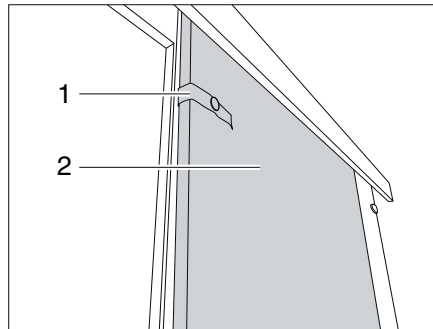

Fig. 75 Puerta corredera
- Soltar la cinta de seguridad (Fig. 75,1).
- Empujar la puerta corredera (Fig. 75,2) a la posición de cierre.
- Dirigir la puerta corredera (Fig. 75,2) a la posición de apertura.
- Fijar la puerta corredera con la cinta de seguridad (Fig. 75,1).